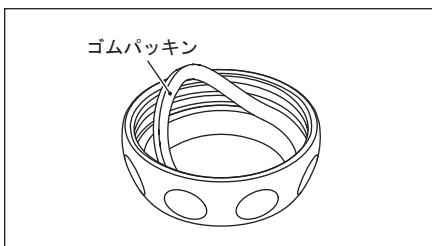

図13
②パウダーケースキャップを分解しゴムパッキンを取り外します。(図13)